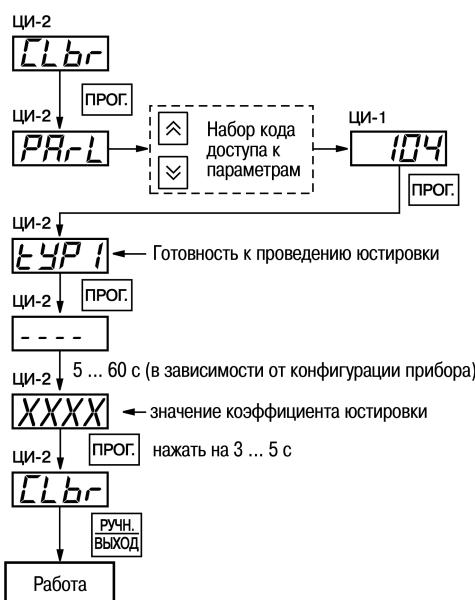

**Рисунок 8.1 – Схема подключения магазина сопротивлений при юстировке**
- Соединить магазин с прибором по трехпроводной схеме (см. рисунок 8.1). Сопротивления проводов линии должны быть одинаковы и не должны превышать 15,0 Ом.